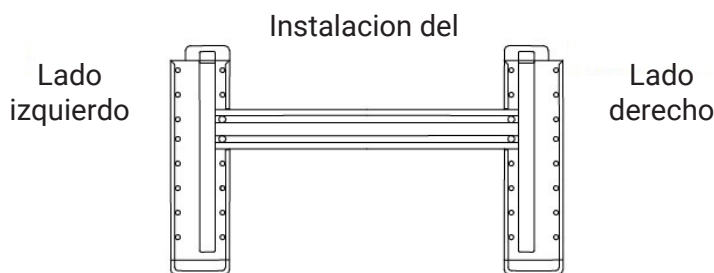

Fig.4
- Taladre los agujeros e inserte los chazos en los lugares apropiados en la pared y fije el tablero de instalación en el muro con tornillos M5x30 y las arandelas (6). Asegúrese que hay al menos 4 puntos fijos en la pared. Asegure el tablero de instalación en una posición horizontal
- Taladre los agujeros como se muestra en la Fig.4. El agujero de 80cm de diámetro, debe deslizarse levemente hacia abajo.